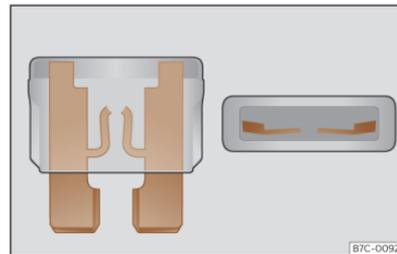

Fig. 205 Representación de un fusible fundido.
- Reconocerá un fusible fundido si la tira de metal está fundida >>> **fig. 205**.